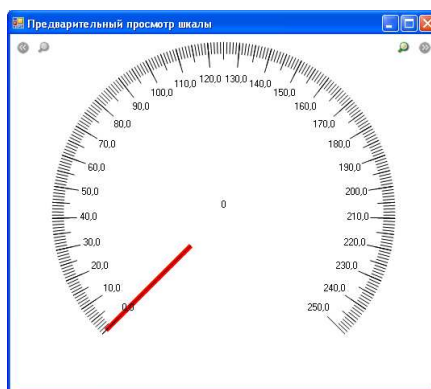

Рисунок 4.6 – Предварительный просмотр виртуальной шкалы манометра
- Предварительный просмотр – выводится на экран пример виртуальной шкалы поверяемого манометра с указанными характеристиками (см. Рисунок 4.6).